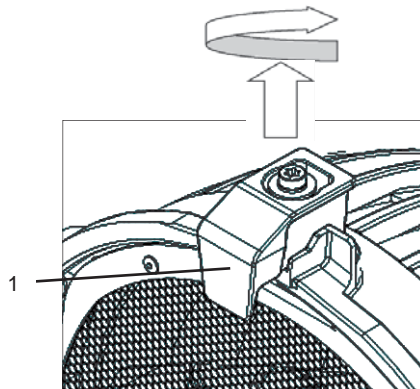

Abb. 6 Torsicherung / fig. 6 top latch
- Torsicherung (1, Abb. 6) nach oben ziehen und zur Seite weg drehen.
- Torsicherung (1) zurückdrehen und einrasten lassen. Sicheren Halt des Zubehörs prüfen.
- Pull the top latch (1, fig.6) upwards and turn it to the side.
- Turn the top latch (1) back to original position and let it lock. Check that the accessories are securely locked.